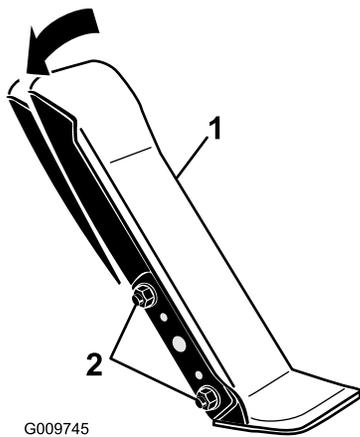

Рисунок 66
1. Ослабьте две гайки и болты крепления левой стороны педали управления тягой к кронштейну (Рисунок 66).
2. Поверните педаль под требуемым рабочим углом и затяните гайки (Рисунок 66).